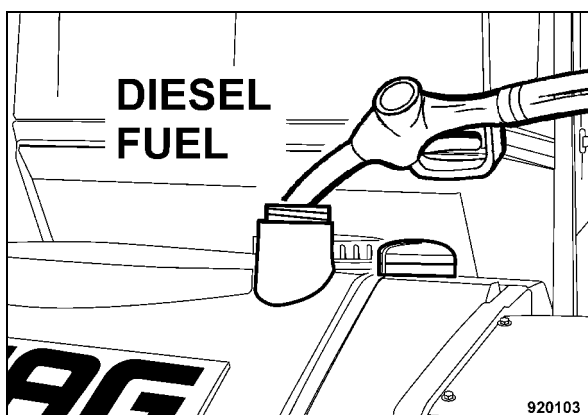

Fig. 124
- Aprire il tappo del serbatoio carburante (Fig. 124).